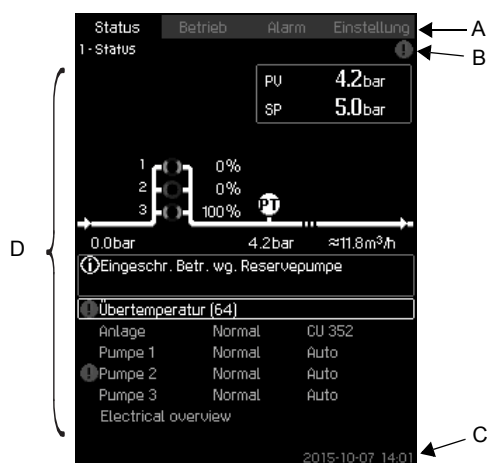

Abb. 5 Bildschirmaufbau
Die Menüzeile (A) ist in Abb. 5 dargestellt.
Die obere Zeile (B) ist in Abb. 5 dargestellt. In der oberen Zeile wird angezeigt: